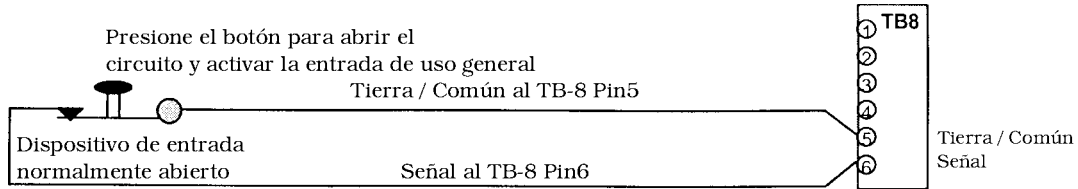

Figura 15: Entradas de Uso General (GP)
Vea Figura 15 para un dibujo de ejemplo de entrada de Uso General (GP)
Para la aplicación en Figura 15, un circuito es abierto para crear un evento de entrada en el controlador.